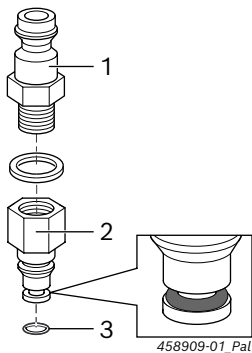

Afb. 1: Terugloopadapter 1 687 016 138
De terugloopadapter 1 687 016 138 (Afb. 1, pos. 1) verbindt de terugloop van Siemens/VDO/Continental CRI Piezo (Afb. 1, pos. 2) via de slangleiding 1 680 712 289 met de test aansluiting voor terugloophoeveelheid op EPS 200 / EPS 205.
i Terugloopadapter met borgklem (Afb. 1, pos. 3) borgen. De borgklem wordt met de injector meegeleverd.